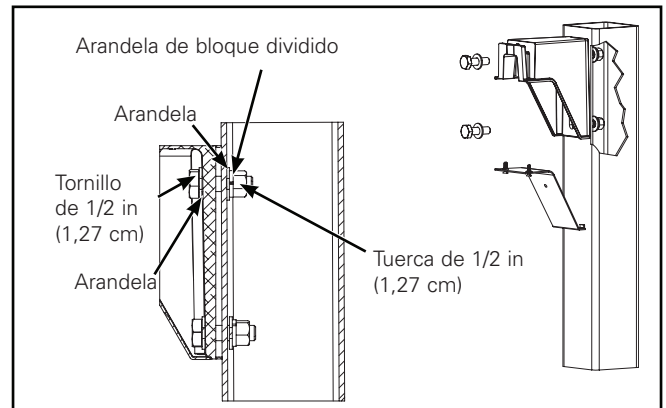

Figura 2
2. Monte el brazo en el poste redondo o cuadrado con los tornillos y tuercas de 1/2 in (1,27 cm) x 1-3/4 in (4,45 cm) de longitud suministrados, tal como se muestra. Apriete los tornillos a 40 pies-libra (55 Nm). (Figura 2)